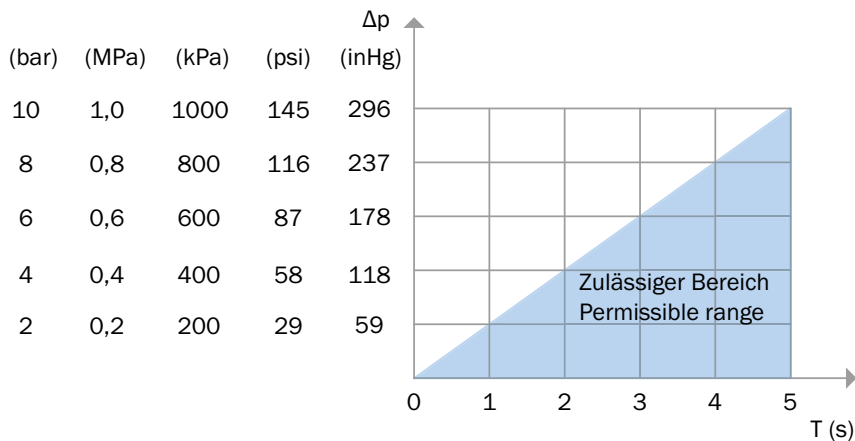

Abbildung 1: Minimal zulässige Periodendauer  $T$  bei maximaler Druckschwankung  $\Delta p$
- Ein unzulässiges Aufheizen des Geräts durch sich wiederholende Kompression der Druckluft ist zu vermeiden. Die minimal zulässige Periodendauer bei Druckschwankungen  $\Delta p$  ist in Abbildung 1 angegeben.